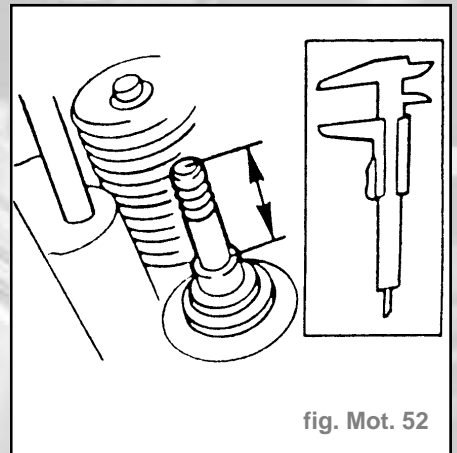

fig. Mot. 52
- Loger la soupape, mesurer le dépassement de la queue de soupape par rapport au guide de soupape, noter cette cote (fig. Mot. 52).